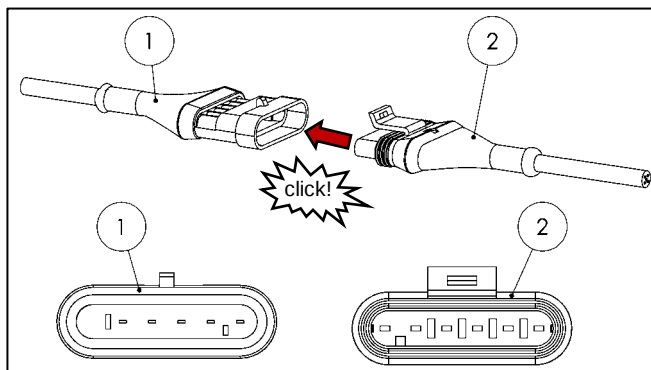

Abbildung 52
- Bedienpanel-Steckverbindung (Pos. 1) mit Control Unit-Steckverbindung (Pos. 2) verbinden (siehe Abbildung 52).